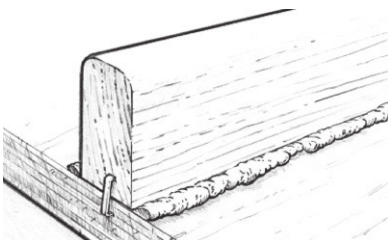

Figura 11 Sujete a los componentes en su lugar antes de que el epóxico gelifique.
3. Componentes de sujeción. Sujete abrazaderas según sea necesario para mantener los componentes en su lugar. Utilice la presión de sujeción suficiente para exprimir una pequeña cantidad de la mezcla de epóxico de la junta, lo que indica que el epóxico está haciendo buen contacto con ambas superficies de acoplamiento (Figura 11). Evite usar demasiada presión de sujeción, lo que puede exprimir toda la mezcla del epóxico de las juntas.